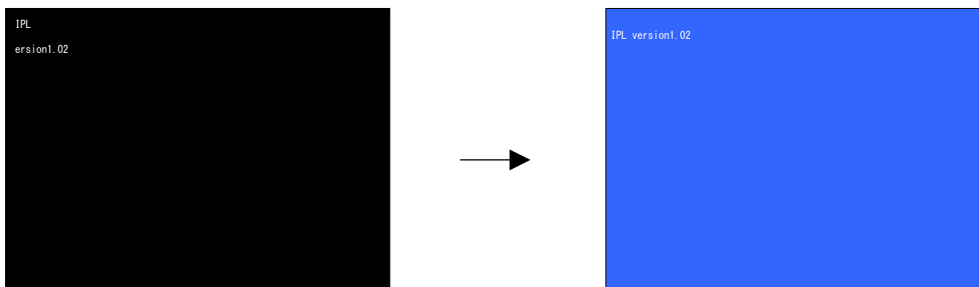

図 2-6-1. セーフモードへの移行画面
- ① Algo Smart Panel の画面をどこでもいいので押しながらか電源を ON します。しばらくすると図 2-6-1 のようにオープニング画面の色が青色になります。画面が青色になるまで押し続けてください。